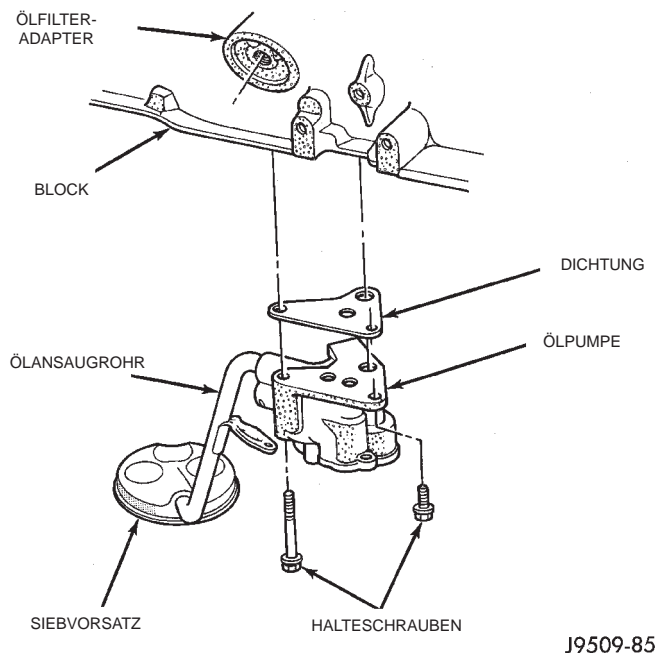

Abb. 62 Ölpumpe
(1) Motoröl ablassen.
(2) Ölwanne ausbauen.
(3) Befestigungsschrauben Pumpe/Motorblock herausdrehen. Pumpe mit Dichtung herausnehmen (Abb. 62).